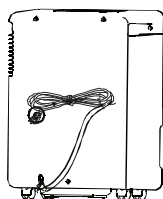

Fig. 12
- Enroulez l'excédent de cordon sur le crochet à cet effet. (Fig.12)